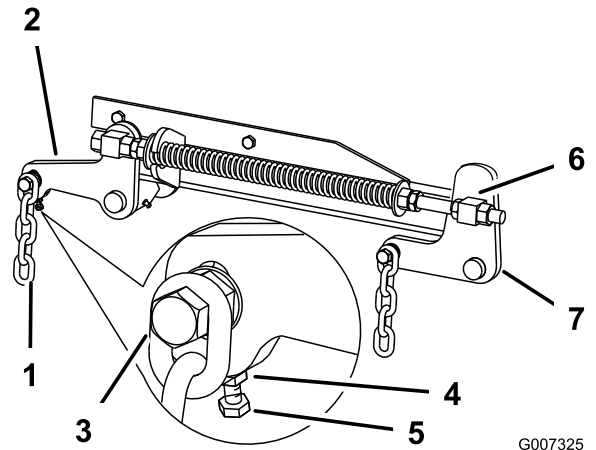

Figure 62
7. Si la distance mesurée au point **B** ou **C** n'est pas correcte, desserrez le boulon de fixation de la chaîne arrière au bras de support arrière (Figure 62).
8. Desserrez l'écrou de blocage sous le bras de support arrière et agissez sur le boulon de réglage de manière à obtenir une distance de 80 à 83 mm (3-1/8 à 3-1/4 po) (Figure 62).
7. Desserrez d'environ 13 mm (1/2 pouce) les écrous de blocage à l'avant des pivots avant gauche et droit (Figure 62).
8. Réglez les écrous de relevage sur les côtés gauche et droit de la machine de manière à abaisser l'avant de 6 à 10 mm (1/4 à 3/8 po.) au point **A** par rapport au point **B** à l'arrière (Figure 62).